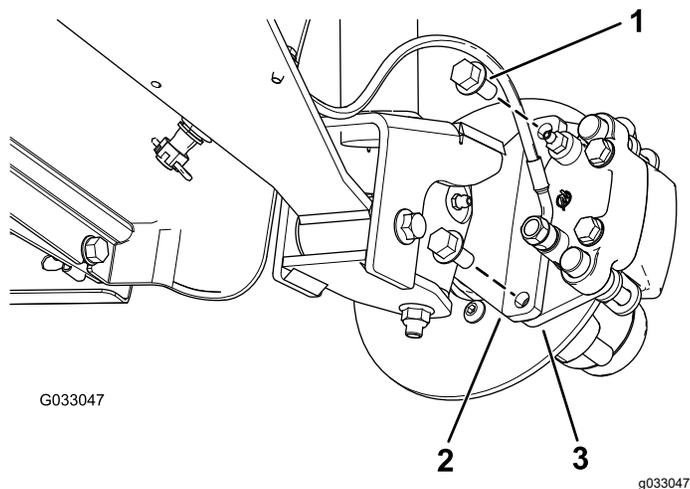
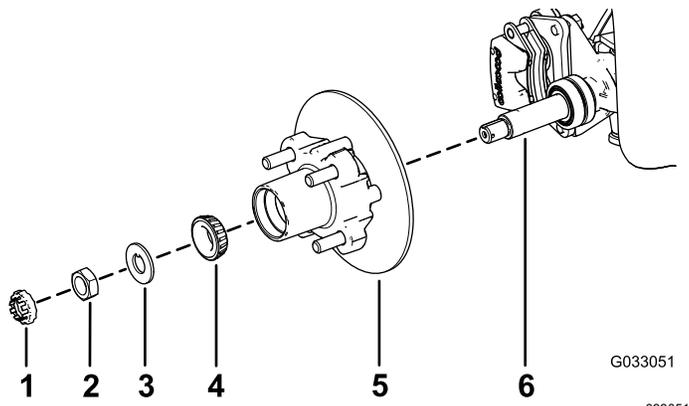

图 30
图 34
3. 卸下将制动器总成支架固定到主轴的凸缘头螺栓 $\frac{3}{8} \times \frac{3}{4}$ 英寸将制动器与主轴分开图30。
- 在主轴上涂上薄薄一层指定润滑脂图 34。
- 将轮毂和转子组装到带内转子的主轴上图 34。
- 将外置轴承组装到主轴上并将轴承放置到外置座圈内图 34。
- 将止动垫圈组装到主轴上图 34。
- 将主轴螺母拧到主轴上上紧螺母扭矩至 15N·m 同时旋转轮毂将轴承调整到位图 34。
- 将刹车踏板与转子的任意一侧对齐图 30 将制动盘托盘中的孔与主轴机架的制动器安装架中的孔对齐图 34。
- 用 2 个凸缘头螺栓  $\frac{3}{8} \times \frac{3}{4}$  英寸将卡钳支架固定到主轴机架上图 30。